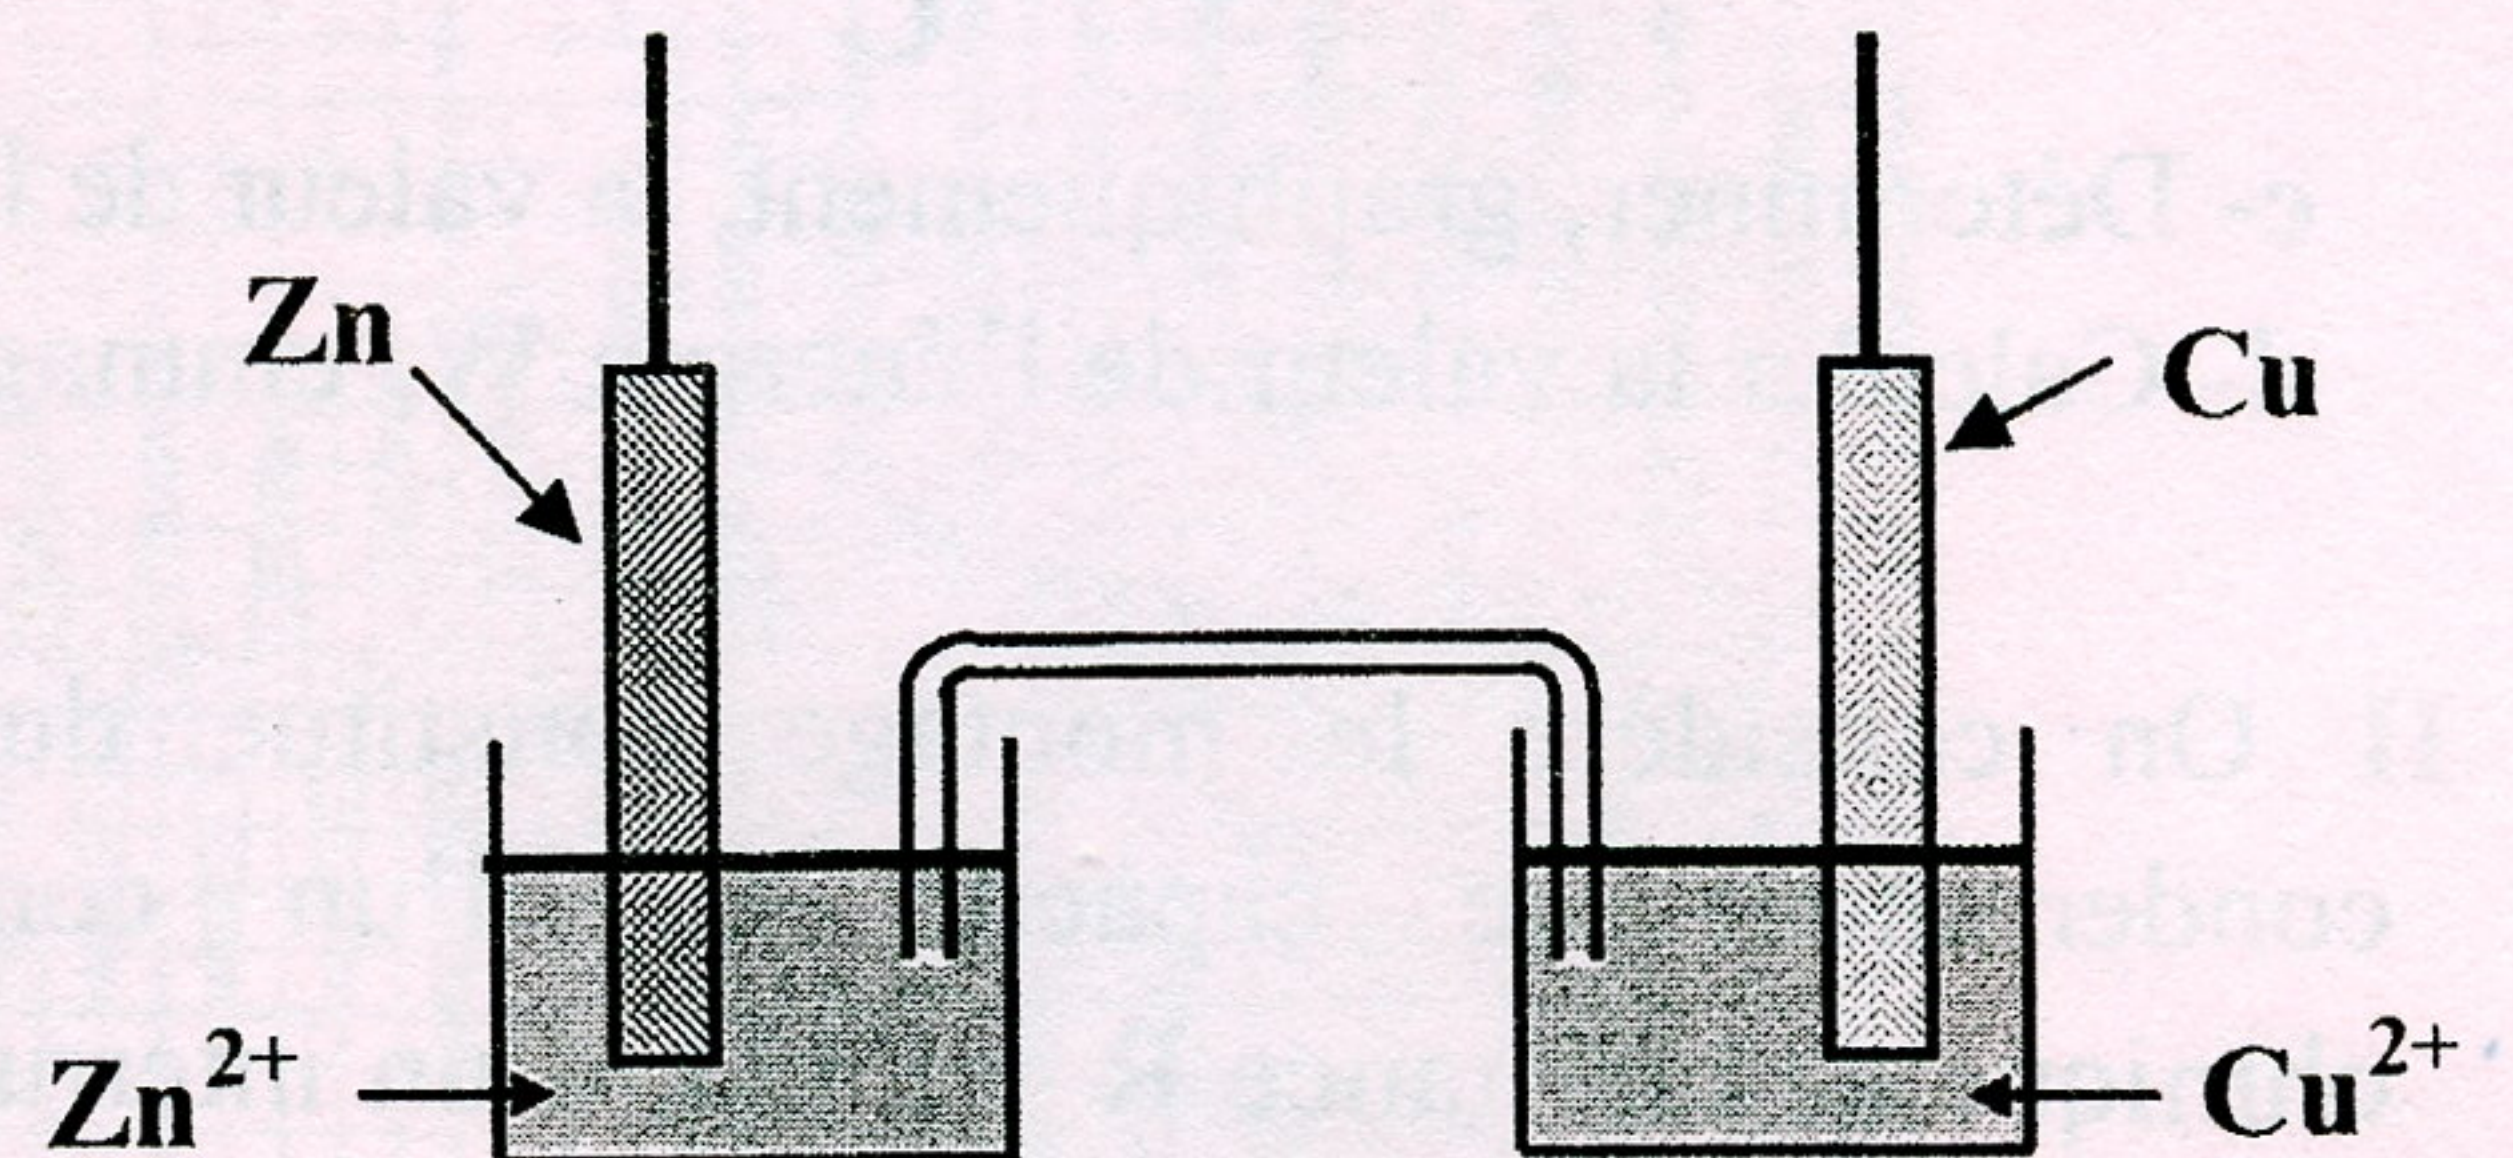

Fig.1
La pile Daniell (P), schématisée sur la **figure 1**, est constituée de deux demi-piles A et B, reliées par un pont salin. La demi-pile A est constituée d'une lame de zinc qui plonge dans une solution aqueuse de sulfate de zinc de concentration molaire $C_1 = 0,50 \text{ mol.L}^{-1}$ et de volume $V_1 = 100 \text{ mL}$.